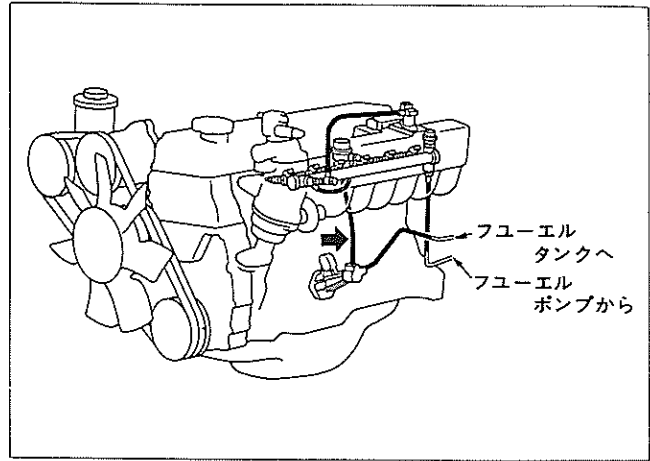

図3-2-1 燃料漏れ点検
- (1) エンジン停止状態でイグニションスイッチをONにする。
- (2) フューエル ポンプ作動用の 端子を短絡する。
- (3) 図3-2-1に示すフューエル ホースの矢印箇所を指で押しつぶすと高圧ラインの圧力は約 4 kg/cm^2 に上昇する。この状態で燃料系各部に燃料漏れがないか点検する。